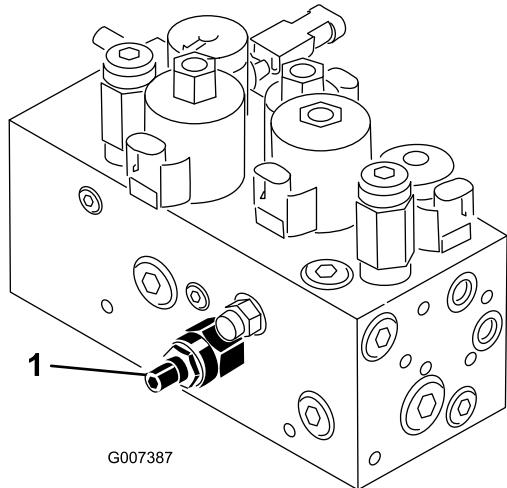

図 58
本機のカッティングユニット昇降回路にはフロー・コントロール・バルブ（図 58）がついています。このバルブは出荷時に約3回転の開度に調整されていますが、作動油温度、作業速度などにより調整が必要になる場合があります。以下の手順で調整します：
1. 運転席を上げ、センター・プルフレーム用フロー・コントロール・バルブ（図 58）を露出させる。バルブは油圧マニホールドの側面についている。